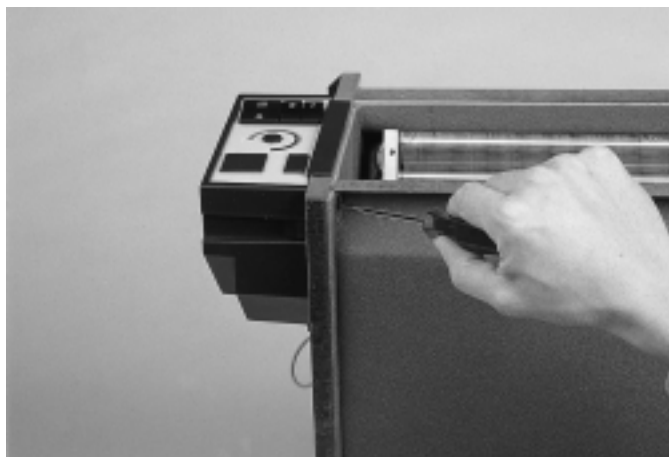

fig. 10d
b) Sia nelle unità con quadro comandi incorporato sia nelle unità con quadro elettrico predisposto per comandi remoti, questo deve essere rimosso ed adeguatamente protetto (fig. 10d). Alla fine dell'operazione, posizionarlo nel lato opposto agli attacchi